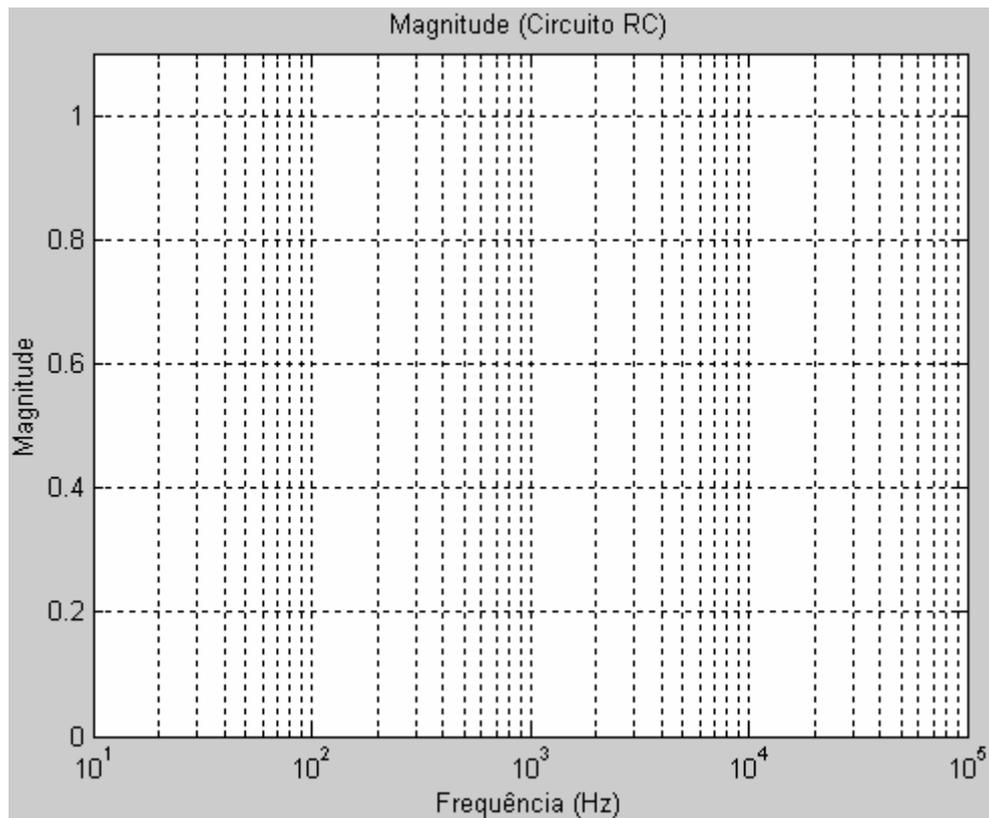

Figura 7 - Relação de amplitude da saída em relação à entrada.
- Indicar na figura 7 a relação de amplitude da entrada em relação à saída do circuito RC (figura 4b);